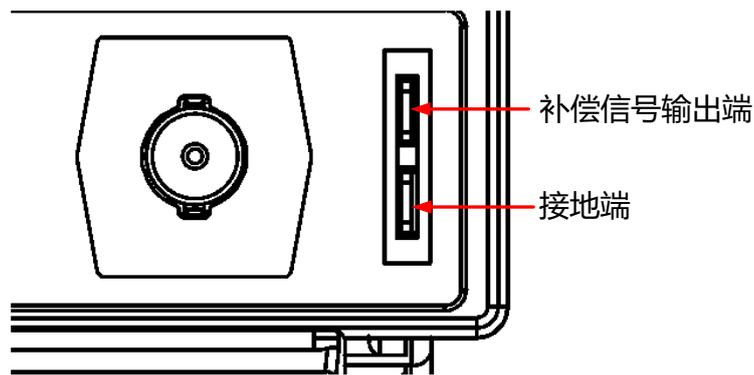

图 4.7 补偿信号
2. 将探头的接地鳄鱼夹连接至  图 4.7 所示的“接地端”。
3. 使用探头连接示波器的通道 1 (CH1) 输入端和  图 4.7 所示的“补偿信号输出端”。